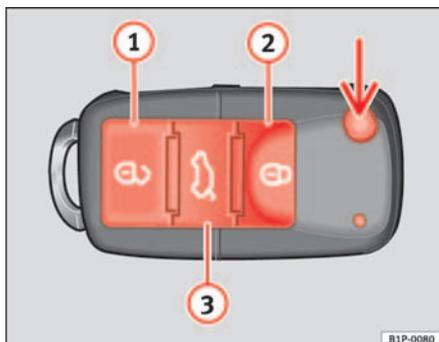
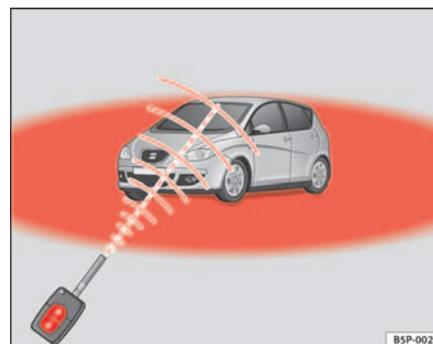

Fig. 64 Affectation des touches de la clé à radiocommande
Fig. 65 Périmètre d'action de la radiocommande
La touche \Rightarrow fig. 64 (flèche) de la radiocommande permet de débloquer le panneton de la clé.
Déverrouillage du véhicule \Rightarrow fig. 64 ①.
Verrouillage du véhicule \Rightarrow fig. 64 ②.
Déverrouillage du capot de coffre. Appuyez sur la touche \Rightarrow fig. 64 ③ jusqu'à ce que tous les clignotants du véhicule s'allument brièvement. Après avoir appuyé sur la touche de déverrouillage \Rightarrow ③, vous disposez de 2 minutes pour ouvrir le coffre. Une fois ce temps écoulé, il se verrouillera de nouveau.
D'autre part, le témoin de la pile de la clé \Rightarrow fig. 64 clignotera.
En appuyant une fois sur la touche \Rightarrow fig. 64 ①, seule la porte du conducteur s'ouvrira, et les autres portes resteront fermées. ▶
Appuyez deux fois sur la touche  ⇒ page 103, fig. 64  pour déverrouiller toutes les portes.
- La radiocommande fonctionne uniquement lorsque vous vous trouvez dans le périmètre d'action ⇒ page 103, fig. 65 (zone rouge).
- Utilisez les deux clés livrées avec le véhicule, la clé pourvue d'une radiocommande et la clé conventionnelle ⇒ page 103, fig. 64 ⇒ page 103, fig. 65.
⇒ page 103, fig. 64 ⇒ page 103, fig. 65 depuis la fermeture de la porte du conducteur.